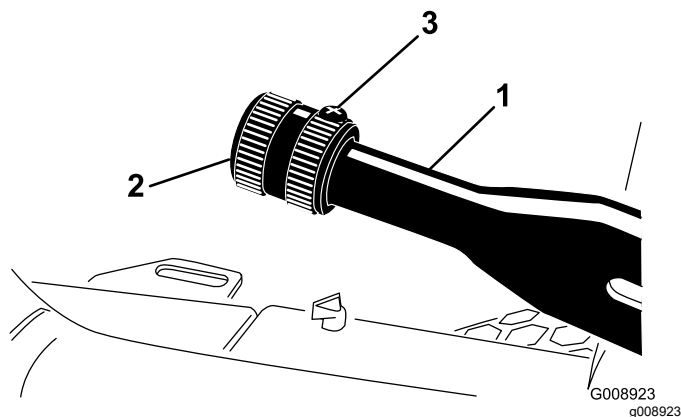

Figura 82
2. Allentate la vite a pressione che fissa la manopola alla leva del freno di stazionamento (Figura 82).